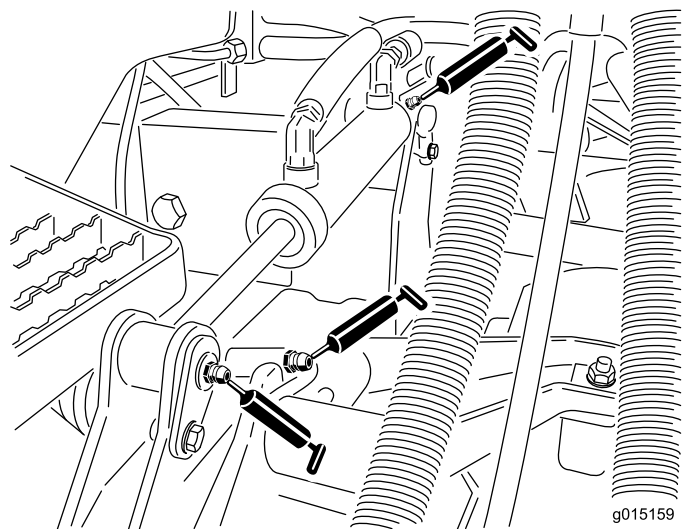

図 44
- 昇降アームのブッシュカッティングユニット 1 台に 1ヶ所 図 44
- 昇降シリンダのブッシュカッティングユニット 1 台に 2ヶ所 図 44